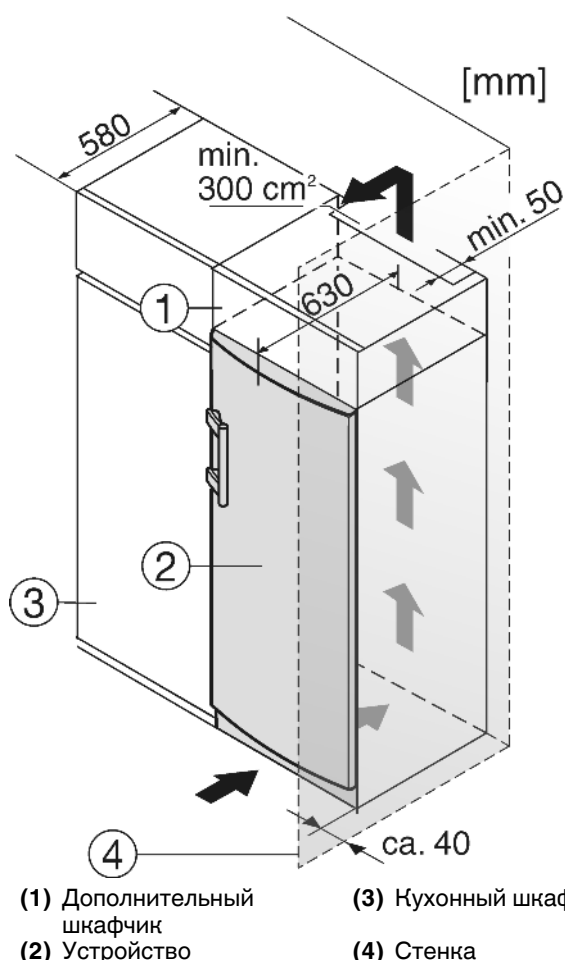

Fig. 9
- (1) Дополнительный шкафчик
- (2) Устройство
- (3) Кухонный шкаф
- (4) Стенка
Устройство может быть окружено предметами кухонной обстановки. Чтобы уравнивать устройство Fig. 9 (2) по высоте с кухонной стенкой, можно установить над устройством соответствующий дополнительный шкафчик Fig. 9 (1).
При комбинировании с обычными кухонными шкафами (глубина макс. 580 мм) устройство можно установить непосредственно рядом с кухонным шкафом Fig. 9 (3). Дверь устройства выступает по сторонам на 34 мм и по центру устройства на 50 мм относительно передней стенки кухонного шкафа. Поэтому ее можно свободно открывать и закрывать.
Если устройство установлено на шарнирах у стены Fig. 9 (4), то расстояние между устройством и стеной должно быть не менее 40 мм. Настолько выступает ручка при открытой двери.